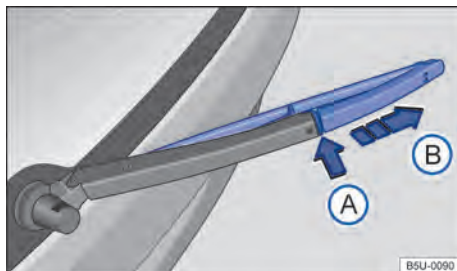

Fig. 132 Sustituir la escobilla limpiaparabrisas de la luneta trasera.
– Mantenga pulsada la tecla de desbloqueo → fig. 132 ②.
– Retirar la escobilla limpiapuneta en el sentido de la flecha ③.